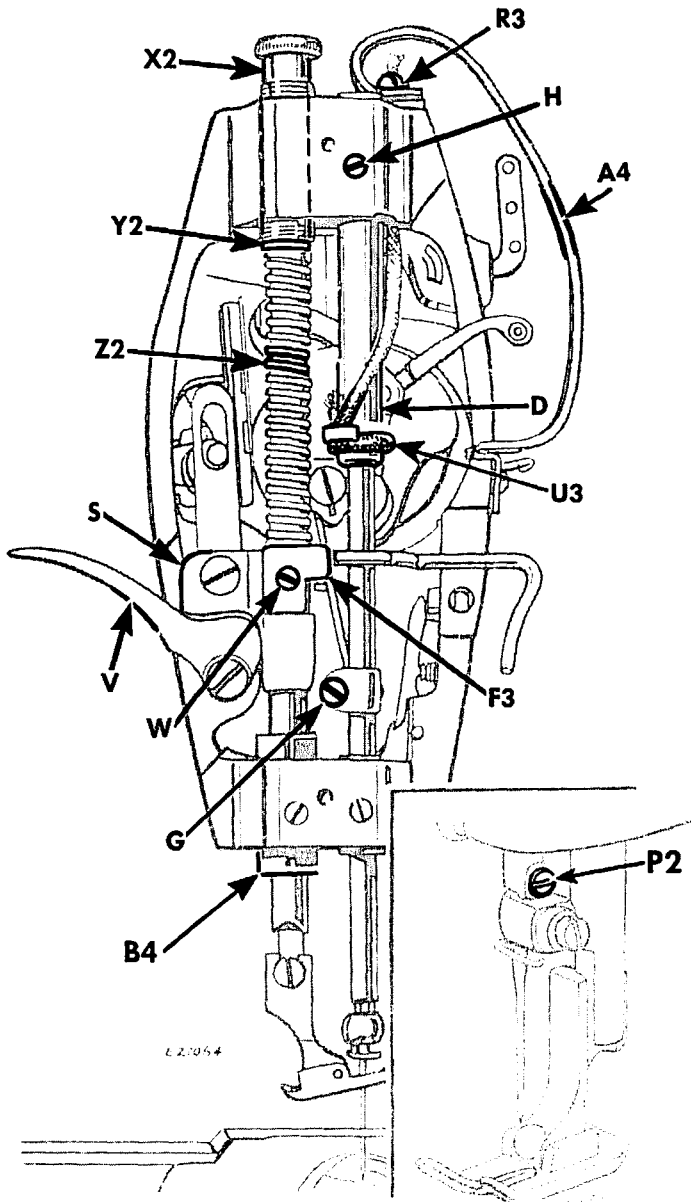

Fig. 53. Assemblages de barre à aiguille et de barre du presseur
1. Desserrer la vis P2 (voir le médaillon en bas et à droite de la Fig. 53), et retirer le pince-aiguille et l'aiguille.
3. Desserrer la vis G, Fig. 53, et faire glisser la barre à aiguille vers le haut au travers de ses deux douilles pour la sortir de la machine.
La douille supérieure D, Fig. 53, de barre à aiguille, peut être retirée après avoir desserré la vis H, enlevé la vis R3, et déplacé le sommet du protège-releveur A4, dans la mesure nécessaire pour dégager le sommet de la douille. A l'aide d'un chasse-goupille de 10mm3, chasser la douille D vers le bas pour la sortir de la machine.
La douille supérieure D, Fig. 53, de barre à aiguille, peut être retirée après avoir desserré la vis H, enlevé la vis R3, et déplacé le protège-releveur A4, dans la mesure nécessaire pour dégager le sommet de la douille. Chasser la douille D VERS LE HAUT DE 12mm7 environ. Glisser vers le bas la mèche U3 pour la retirer de la douille D, Fig. 53. Puis chasser la douille D au moyen d'un chasse-goupille de 10mm3, en la dirigeant vers le bas pour la sortir de la machine.
Chasser la douille D vers le bas pour la remettre en place. Remettre le protège-releveur A4 et le fixer au sommet de la tête de machine au moyen de la vis R3, Fig. 53.
Chasser partiellement la douille D dans la tête de machine. Remettre la mèche U3, Fig. 53. Chasser vers le bas la douille D pour lui faire reprendre sa place. Remettre le protège-releveur A4 et le fixer au sommet de la machine au moyen de la vis R3, comme illustré Fig. 53.
1. Faire glisser la barre à aiguille vers le bas dans ses deux douilles et son tourillon de connexion, comme illustré Fig. 53.
2. Remettre le pince-aiguille, comme illustré dans le médaillon de la Fig. 53. Resserrer la vis P2.
4. Régler la douille D et la barre à aiguille à la hauteur correcte, conformément aux instructions de la Page 18. Resserrer les vis G et H, Fig. 53.
3. Retirer la vis moletée X2, Fig. 53, de réglage de pression de barre du presseur, de la tête de machine.
4. Enlever la rondelle Y2 et le ressort Z2, Fig. 53, de la barre du presseur.
5. Desserrer la vis W, Fig. 53.
6. Faire glisser vers le haut la barre du presseur dans les supports S et F3, Fig. 53, et la sortir de la machine.
1. Faire glisser vers le bas la barre du presseur dans le trou qui lui est destiné au sommet de la tête de machine, dans les supports F3 et S et dans la douille inférieure B4 de barre du presseur, comme illustré Fig. 53.
3. Remettre le ressort Z2 puis la rondelle Y2, comme illustré Fig. 53.
1. Retirer la barre du presseur et les supports S et F3, Fig. 53, Page 32.
7. Remettre les supports S et F3, Fig. 53, Page 32 ainsi que la douille supérieure de barre à aiguille et la barre à aiguille, comme indiqué Page 32.
16. Remettre les supports **S** et **F3**, **Fig. 53**, **Page 32**, ainsi que la barre du presseur, la douille supérieure de barre à aiguille et la barre à aiguille, conformément aux instructions de la **Page 32**.